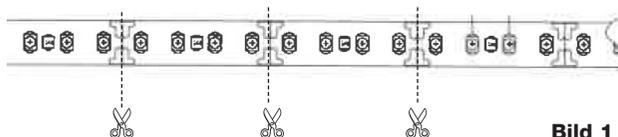

Bild 1
2. LED-Platine, falls erforderlich, kürzen (Bild 1).
LED-Platinen können jeweils nach **vier** (3,33 cm) LEDs getrennt werden (Bild 1).